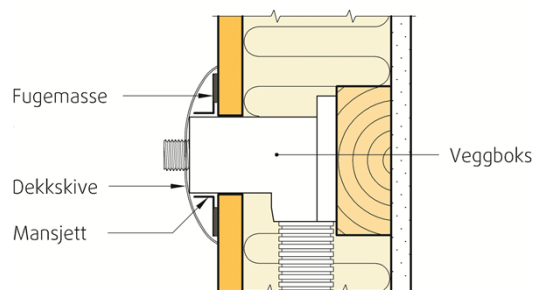

Fig. 5
- Mansjetter som følger med veggbokser limes fast mot badromspanelet med fugemasse Bostik Silmax Byggfug 2620 eller Casco AquaSeal. Se fig. 5.